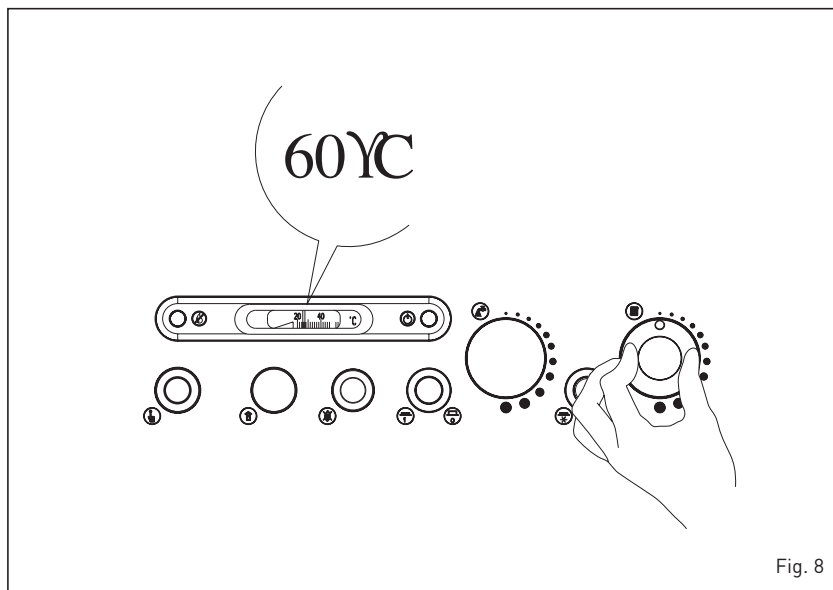

Fig. 8
3.2.2 Configuración del termostato caldera (fig. 8)